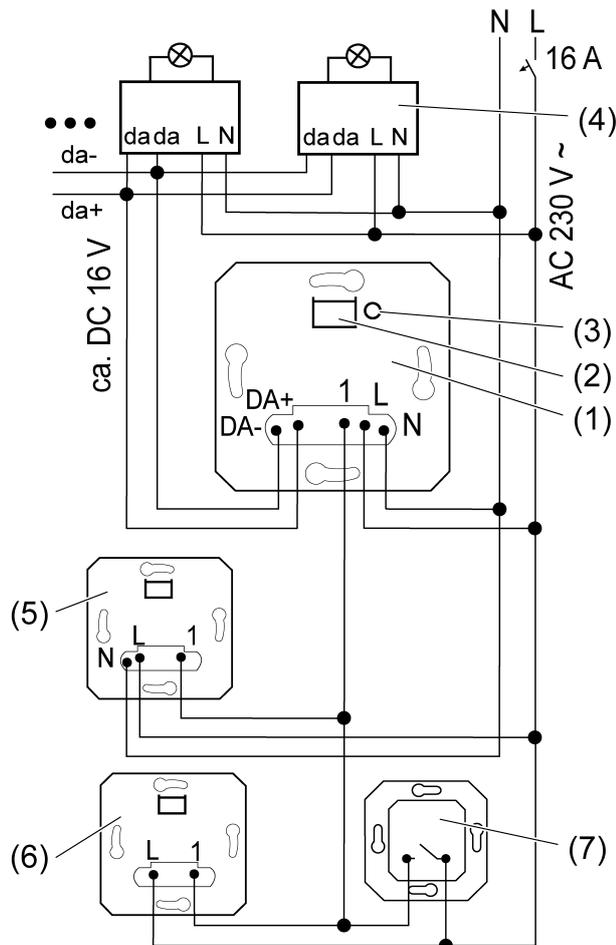

Figura 1: Schema di collegamento con regolatori esterni opzionali
- Collegare l'inserto DALI (1) e l'utente DALI (4) secondo lo schema di collegamento (Figura 1).
- i** Tramite breve azionamento del tasto **Test** (3) è possibile attivare l'illuminazione collegata anche senza telaio.